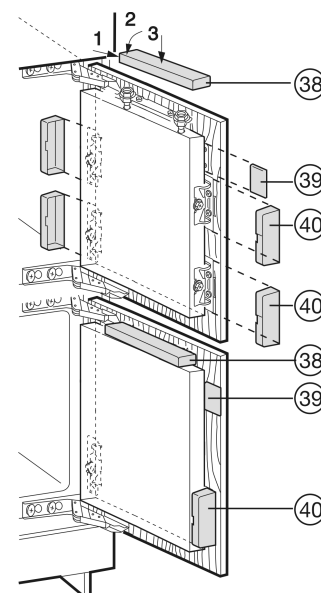

Fig. 31
- Coloque y encaje las cubiertas Fig. 31 (38) superiores.
- Coloque las cubiertas laterales Fig. 31 (39), desplácelas hasta el tope y presione hasta que encajen de forma perceptible.
- Desplace lateralmente las cubiertas Fig. 31 (40) y tire hacia delante con un destornillador para que encajen.